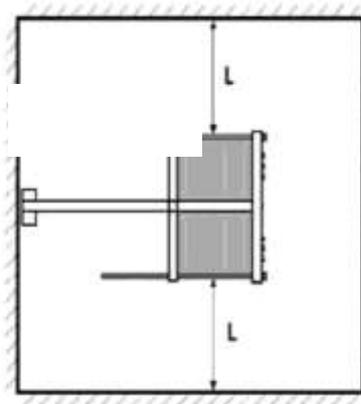

Рис. 9
- предусмотреть наличие свободного пространства L вокруг теплообменника не менее 1000 мм (рис. 9) для гарантированного выполнения монтажных работ и работ по сервисному обслуживанию (замена пластин и прокладок, или подтяжка пакета пластин);